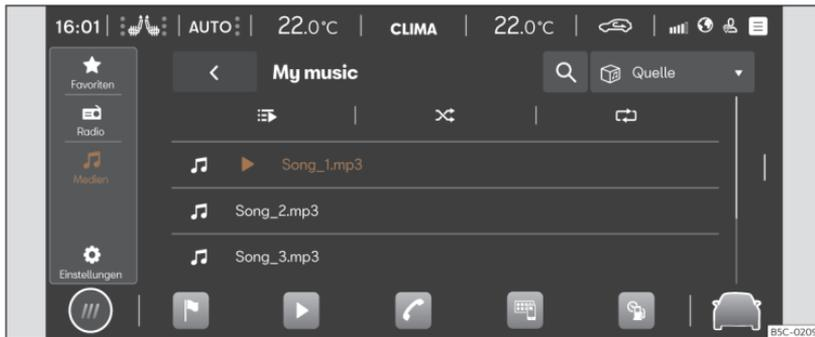

Abb. 169 Schematische Darstellung: Ansicht Medien.
- Drücken Sie **HOME** > ► > 🎵 >>> (**Abb. 169**).